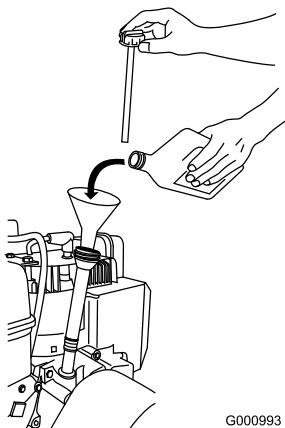

Figure 18
1. Retirez la jauge et versez de l'huile **lentement** dans le goulot de remplissage pour faire monter le niveau de liquide jusqu'au repère du plein (Full) sur la jauge. **Ne remplissez pas excessivement.** (Figure 18).